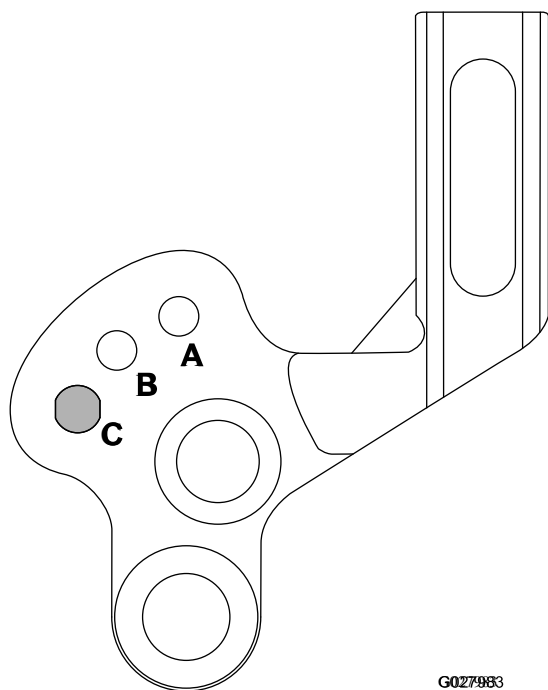

図 20
B. アームを上げて、または下げて、A または B の位置にセットする 図 20。
グルーマを作動させずに刈り込みを行う場合や、現場から現場へ移動する場合には、グルーマのリールを 図 20 に示すように上位置にセットしてください。